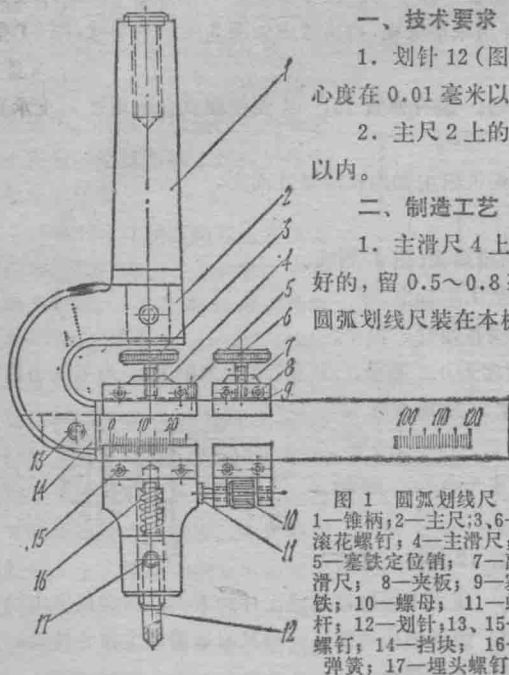

图 1 圆弧划线尺
1. 划针 12 (图 1) 要与机床主轴同心,圆弧度在 0.01 毫米以内。